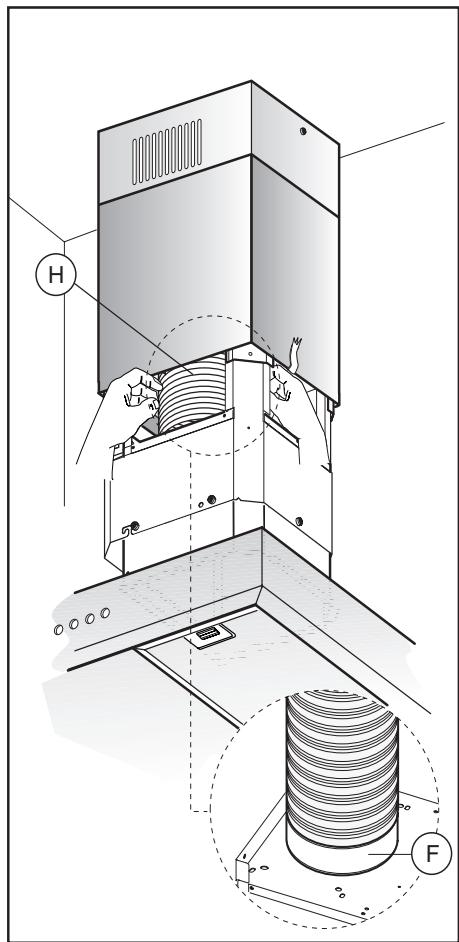

Fig.11
- Fissare il tubo di evauazione aria **H** (non in dotazione) sulla Flangia di raccordo **F** (Fig.11)